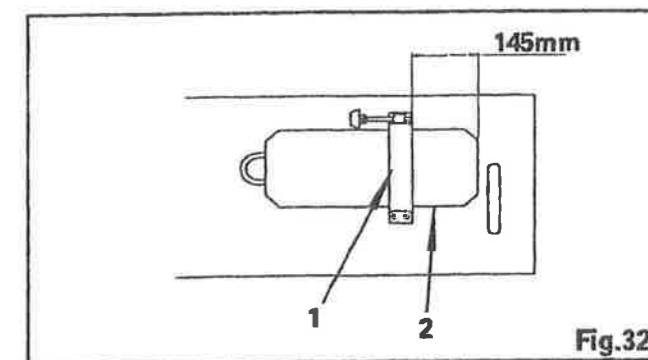

Fig. 32.
fixer les crochets décompresseurs (1) sur les côtés au-dessous de la table (2) à 145mm du coupe-circuit de la table comme le montre la figure 32.
Die Knieschalterhalterung (1) an der Unterseite des Tisches (2) in einem Abstand von 145 mm von der Tischaussparung befestigen, wie in Fig. 32 dargestellt.
Fasten knee lifter bracket (1) to underside of table (2) 145 mm from table cut-out as shown in Fig. 32.
- fixer le support de la genouillère (1) sous la table (2) à 145mm du début de la table comme le montre la figure 32.
Fije el soporte del elevador de rodilla (1), a la parte de abajo de la mesa (2) 145 mm del corte de la mesa como se muestra en la Fig. 32.
Fissate la fascetta della leva a ginocchio (1) alla parte inferiore del tavolo (2) a 145 mm dall'apertura come mostrato in Fig. 32.
Aperte do elevador do joelho (1) debaixo da mesa (2), afastado 145mm da esquina da mesa, como a Fig. 32 mostra.